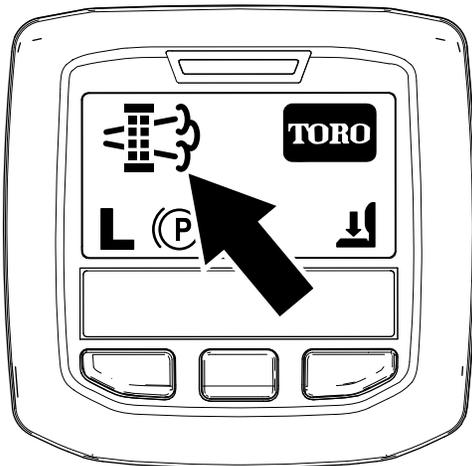

Figure 69
- Quand le calculateur moteur demande une régénération en stationnement ou une régénération d'urgence, l'icône de requête de régénération (Figure 69) s'affiche sur l'InfoCenter.